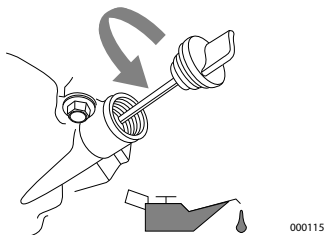

Figura 4-2. Llenado de aceite de motor
3. Vea la **Figura 4-2**. Retire la tapa de llenado de aceite y limpie la varilla de medición.